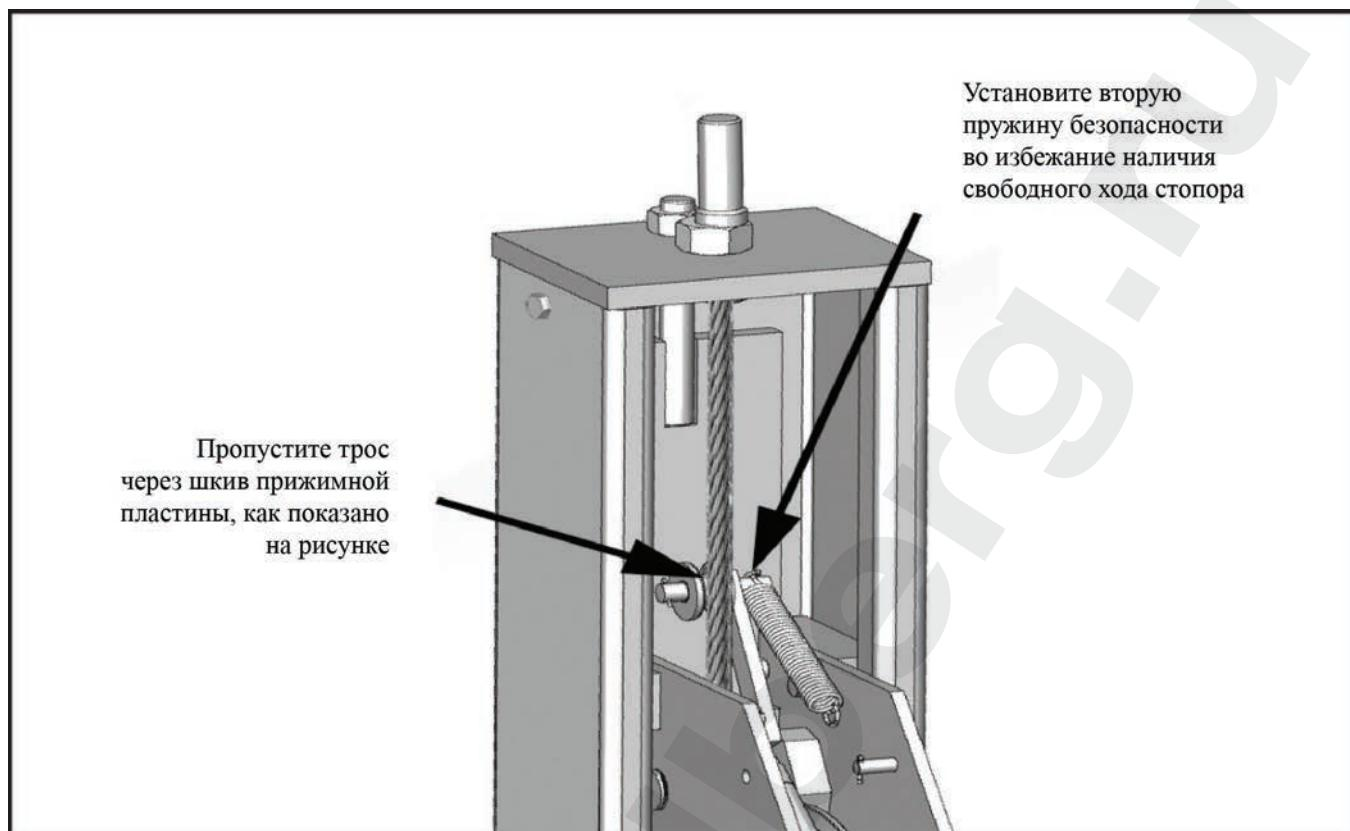

Рис. 8.3
- Пропустите тросы через шкив прижимной пластины и потом подведите их к вершине каждой стойки. Закрепите тросы, используя шестигранные гайки M18 и плоские шайбы (см. рис. 8.3).